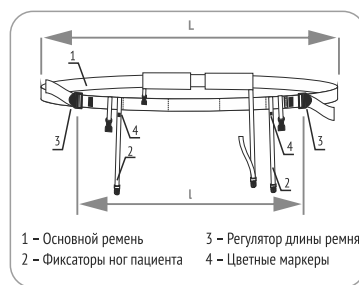
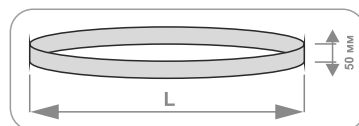

Рис. 2 Ременное устройство для переноса пострадавших РУП-«МЕДПЛАНТ»
Рис. 3 Средство для извлечения пострадавших из-под завалов ТПП-«МЕДПЛАНТ»
2.3. Размеры ременного устройства РУП – «МЕДПЛАНТ» (рис.2):
- длина (L) (при крайних положениях регулятора длины) 1850 мм;
2.4. Размеры средства для извлечения пострадавших ТПП-«МЕДПЛАНТ» (рис.3):
- длина (L) (вдвое сложенном виде) 1975 мм;
Ременное устройство для переноса пострадавших – Рис. 2,
Средство для извлечений пострадавших из-под завалов – Рис. 3.